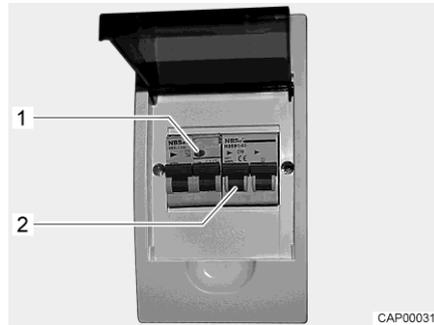

Fig. 51 Caja de fusibles de 230 V con interruptor de protección de línea e interruptor FI
Un interruptor de corriente de defecto (interruptor FI) en la caja de fusibles asegura el vehículo completo contra corriente de defecto (0,03 A). Un interruptor de protección de línea conectado en serie (10 A) (Fig. 51,2) asegura la red de a bordo de 230 V.
- Si el vehículo está conectado a la alimentación de 230 V, pulsar la tecla de prueba (Fig. 51,1). Se debe activar el interruptor de corriente de defecto.